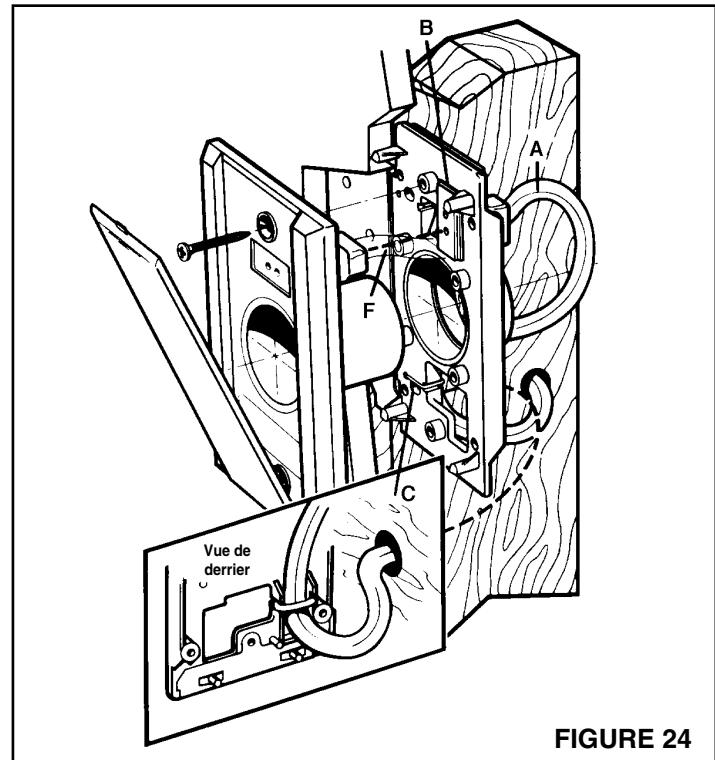
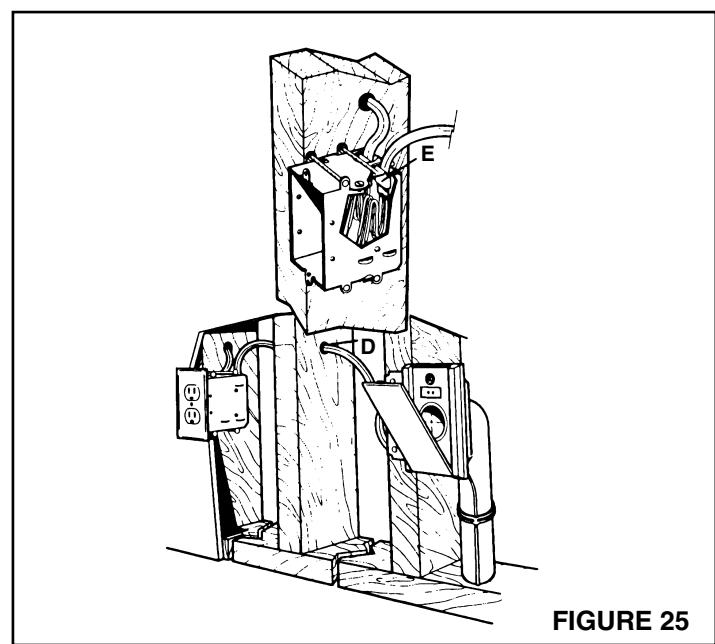

FIGURE 24
FIGURE 25
1. Voyez la figure 24. Attachez la plaque de montage à un montant à une distance maximum de trois montants (1,22 m) d'un coffret de sortie électrique. Mesurez et marquez le câble à 25,4 cm de la prise (A). Avancez le câble à travers le trou du haut de la plaque de montage juste au-dessus de l'ouverture circulaire. Enclenchez la prise moulée dans la plaque de montage comme illustré (B). Ceci le fixera en place et en sûreté durant le montage des cloisons et les finitions. Alignez le câble sur la marque de 25,4 cm auparavant mesurée avec le réducteur de tension situé à l'arrière de la plaque de montage. Fixez-le avec le lien fourni (C).
2. Faites passer le câble de la prise jusqu'au coffret électrique adjacent. Si vous devez faire passer le câble à travers le montant, percez un trou directement à travers le centre du montant (D).
3. Voyez la figure 25. Placez les bouts exposés des deux câbles dans le coffret électrique à travers le réducteur de tension(E). Serrez le réducteur de tension (ne le serrez pas trop) sur la gaine blanche laissant 1,27 cm de cette gaine exposé à l'intérieur du coffret.